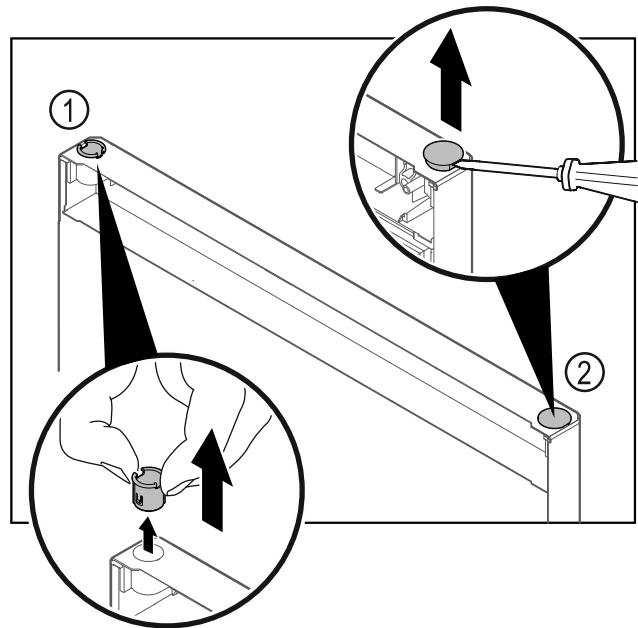

Fig. 28
- Vytiahnite puzdro závesu Fig. 28 (1) prstami.
- Plochým skrutkovačom opatrne nadvihnite kryciu zátku Fig. 28 (2) a vytiahnite ju.